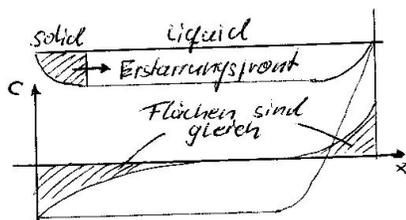

Abbildung 8: Normalerstarrung
**Normalerstarrung (Abbildung 8)**